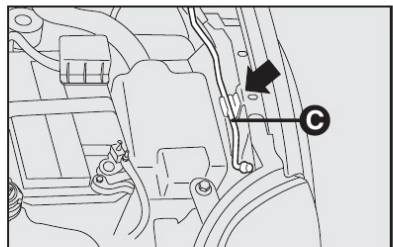

fig. 118
- 3) levantar o capô segurando-o pela parte central e, simultaneamente, soltar a vareta de suporte do seu dispositivo de bloqueio **C**-fig. 118;